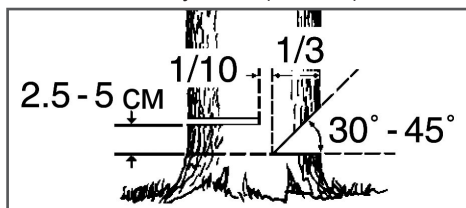

Рис.14 Расположение запила и пропила
- Выберите направления падения дерева. Для этого следует учесть силу и направление ветра, естественный наклон дерева, равномерность распределения веток в кроне дерева. Начните пилить с той стороны дерева, куда оно должно упасть (Рис. 14).